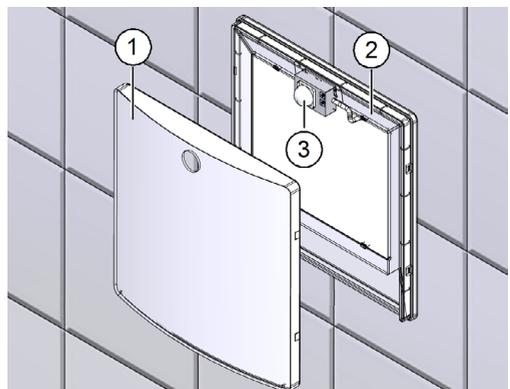

Abb. 12: Ansaugdeckel entfernen
- ▶ Greifen Sie an einer Ecke von unten in den Ansaugdeckel (Pos. 1 in Abb. 12) und ziehen Sie den Ansaugdeckel vom Filterträger (Pos. 2 in Abb. 12) ab. Die Potentiometer zur Einstellung der Lüfterfunktion befinden sich am Bewegungsmelder (Pos. 3 in Abb. 12).
- ▶ Setzen Sie den Ansaugdeckel (Pos. 1 in Abb. 12) auf das Gerät auf.
Das Potentiometer befindet sich am Bewegungsmelder (siehe Pos. 3 in Abb. 12 auf Seite 21).
Die Potentiometer befinden sich am Bewegungsmelder (siehe Pos. 3 in Abb. 12 auf Seite 21). Die Intervallzeit ist am Potentiometer P1 im Bereich von 1 h bis 12 h stufenlos einstellbar. Die Nachlaufzeit ist am Potentiometer P2 im Bereich von 3 min bis 20 min stufenlos einstellbar. Schalten Sie das Gerät stromlos, nachdem Sie die Einstellungen an den Potentiometern vorgenommen haben. Warten Sie einige Sekunden. Die neuen Einstellungen werden übernommen, wenn Sie das Gerät wieder mit Strom versorgen.